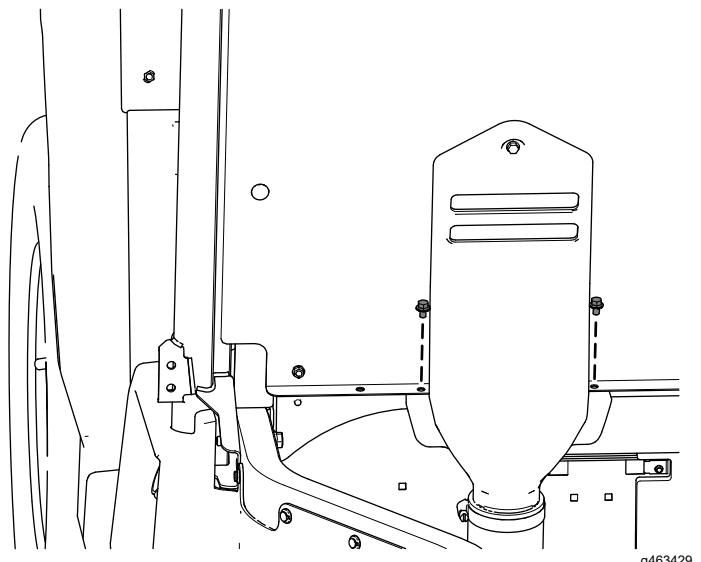

Figure 29
G. Fixez le bas du capot d'admission CVT au panneau du siège à l'aide des 2 boulons à embase ($\frac{1}{4} \times \frac{3}{8}$ po) retirés précédemment, comme montré à la Figure 29.